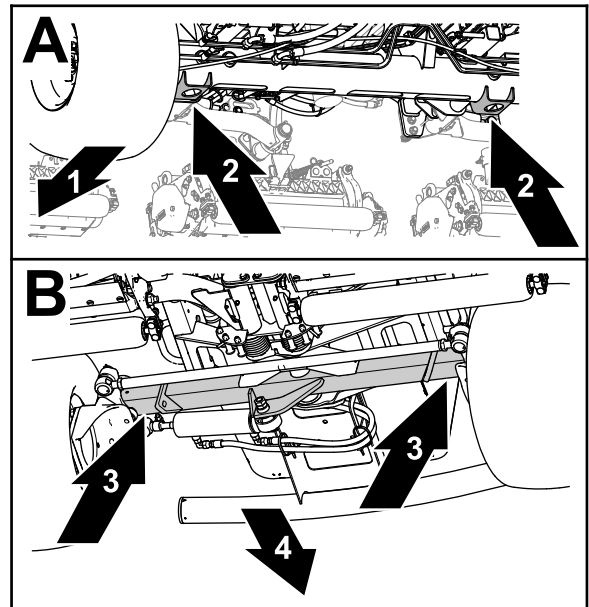

Bild 69
- Front: Die Wagenheberaufnahmen des Vorderachsrohrs (**Bild 69**).